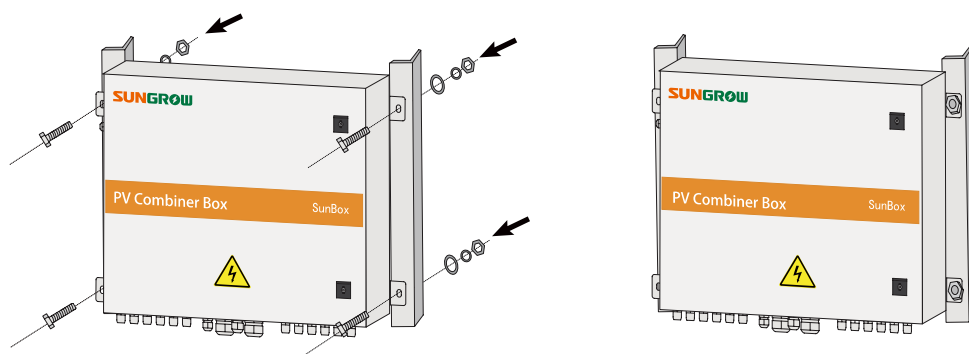

图4-3 安装示意
2. 用六角螺母、六角螺栓安装汇流箱，如图 4-3 所示；从左至右依次为：螺栓、汇流箱挂耳、支架、平垫、弹垫、螺母；扭矩为 18N.m，紧固螺母使汇流箱牢固的安装在支架上。